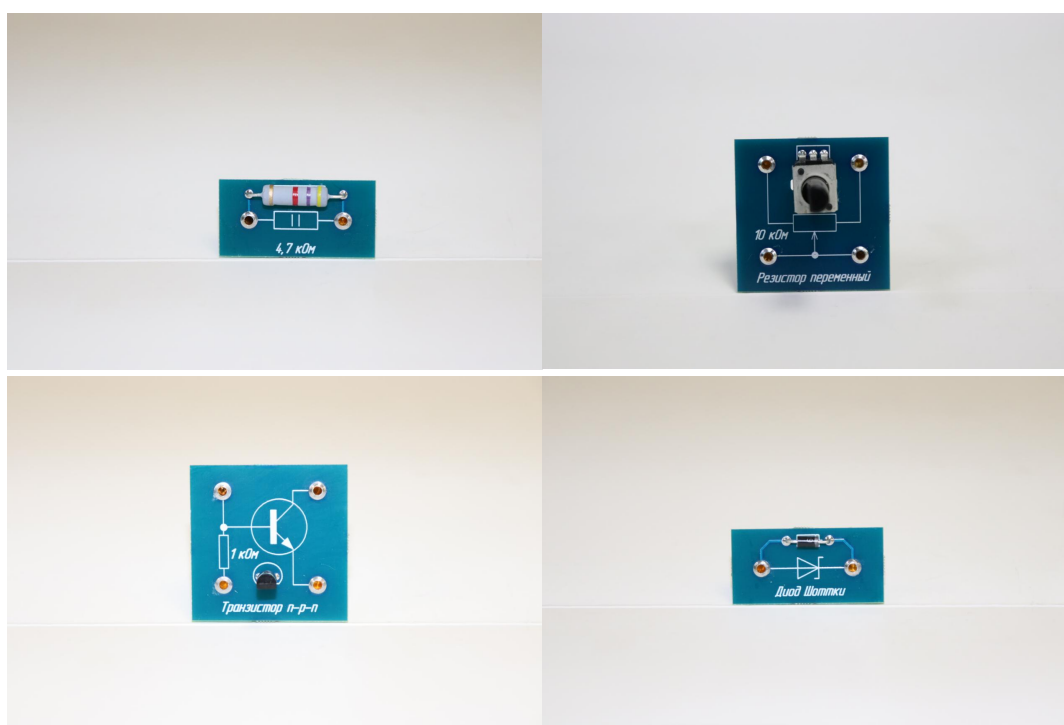

Рис. 2.3 Минимодули в виде отдельных радиокомпонентов
3. Наборы и отдельные радиокомпоненты (рис. 2.3).